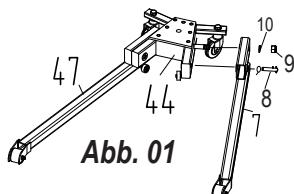

Abb. 01
- Siehe Abbildung 01: Bringen Sie den linken Standfuß Nr. 7 durch Einführen des Befestigungslifts an der Basis Nr. 44 an. Legen Sie die Unterlegscheibe Nr. 10 und die Schraube in die Mutter Nr. 9 ein. Führen Sie den Stift Nr. 8 bis zum Anschlag durch Nr. 7 und Nr. 44. Drehen Sie ihn um 180° und sichern Sie ihn mit dem O-Stift. Gehen Sie für den rechten Standfuß Nr. 47 auf die gleiche Weise vor.